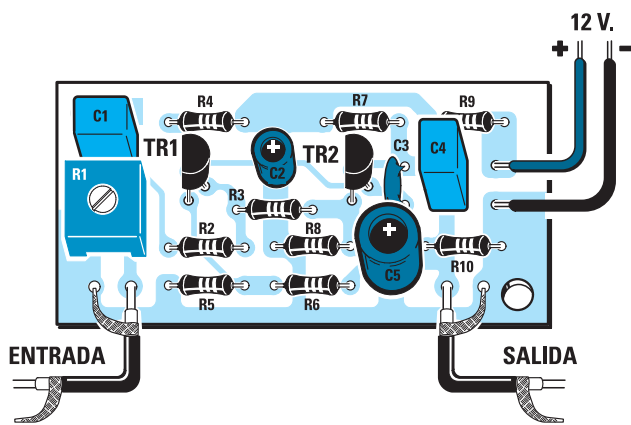

Fig.4 Esquema práctico de montaje del preamplificador LX.1595.
**LX.1595:** Todos los componentes mostrados en la fotografía y en el esquema práctico de la Fig.4, **incluido** el circuito impreso y cable apantallado para conectar las señales de entrada y salida .....6,85 €